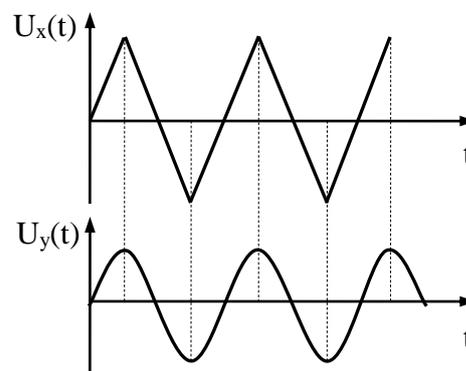

Рис. 8.
20. На входы X и Y осциллографа поданы напряжения, показанные на рис. 8. Постройте изображение, получающееся на экране осциллографа.